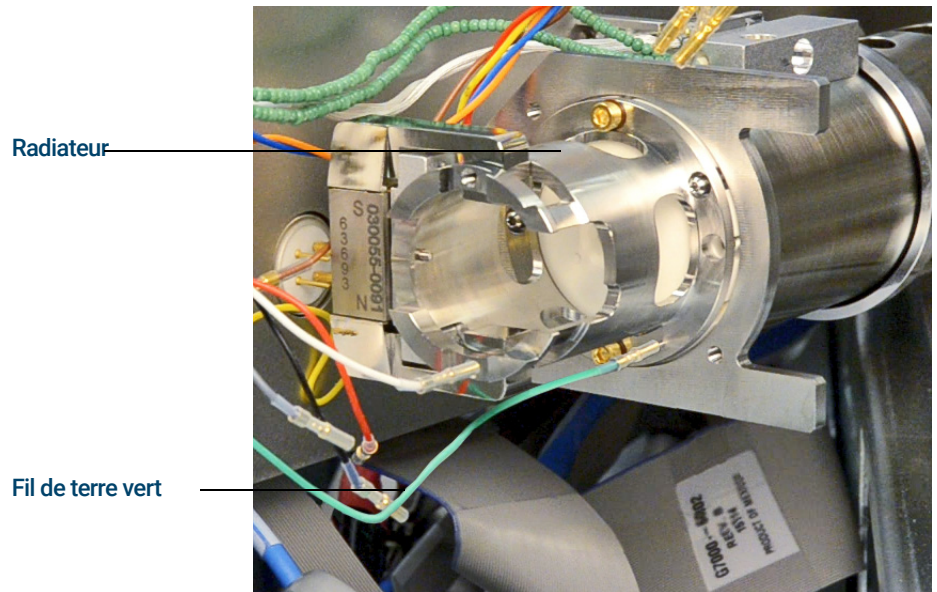

Figure 75. Radiateur de la source à CI
- 2 Débrancher le fil de terre vert du radiateur. (Voir **Figure 75**.)